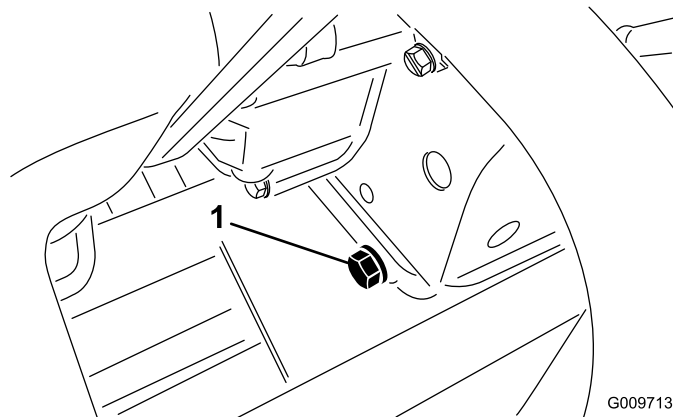

Figure 30
1. Enlevez le bouchon de vidange arrière (Figure 30) et laissez l'huile s'écouler dans un bac de vidange. Remettez le bouchon quand toute l'huile s'est écoulée.